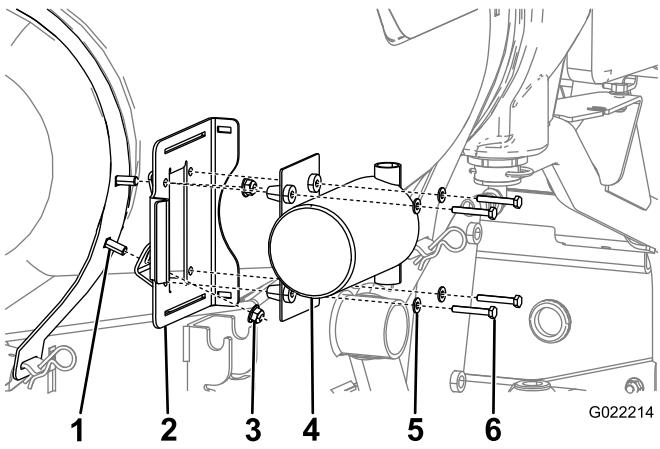

Figura 9
4. Utilizzando 2 dadi flangiati fissate la staffa di montaggio della pompa di lavaggio ai bulloni a testa tonda montati in precedenza (Figura 9).
| 6. Fissate la pompa al telaio mediante 4 bulloni e 4 rondelle piccole (Figura 9).  |